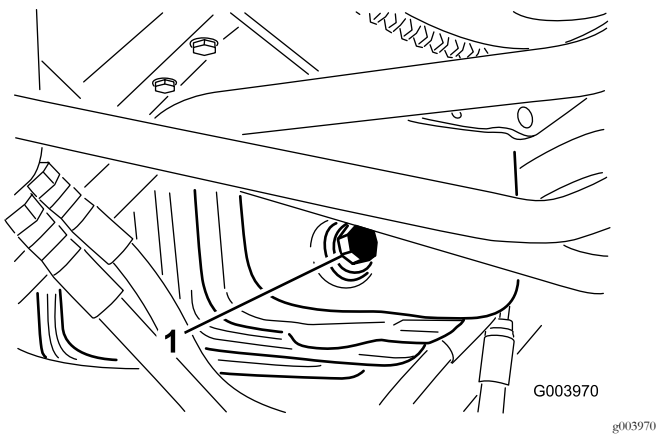

図 55
1. ドレンプラグ 図 55 を外してオイルを容器に受ける。